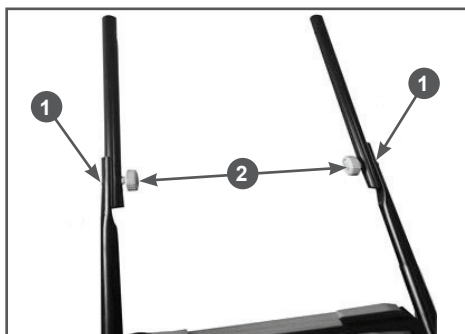

Рис. 4 Соединение стоек и нижних частей рабочей рукоятки
- Установить на стойки нижние части рабочей рукоятки. Совместите отверстия на стойках и нижних частях рабочей рукоятки и соедините их болтами 1 и гайками 2, как показано на Рис. 4.